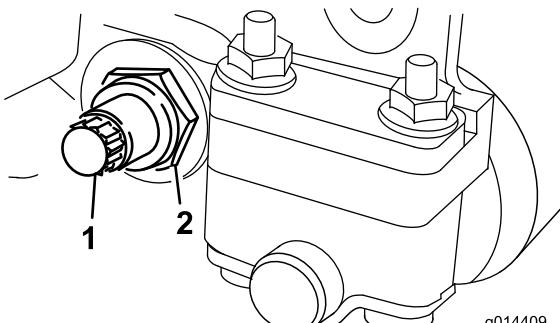

Figura 18
- Faça recuar a porca da mola tensora até que a anilha deixe de estar sob tensão contra a barra de apoio (Figura 18).
- Desaperte a porca de bloqueio que segura a cavilha da barra de apoio, em cada um dos lados da máquina (Figura 18).